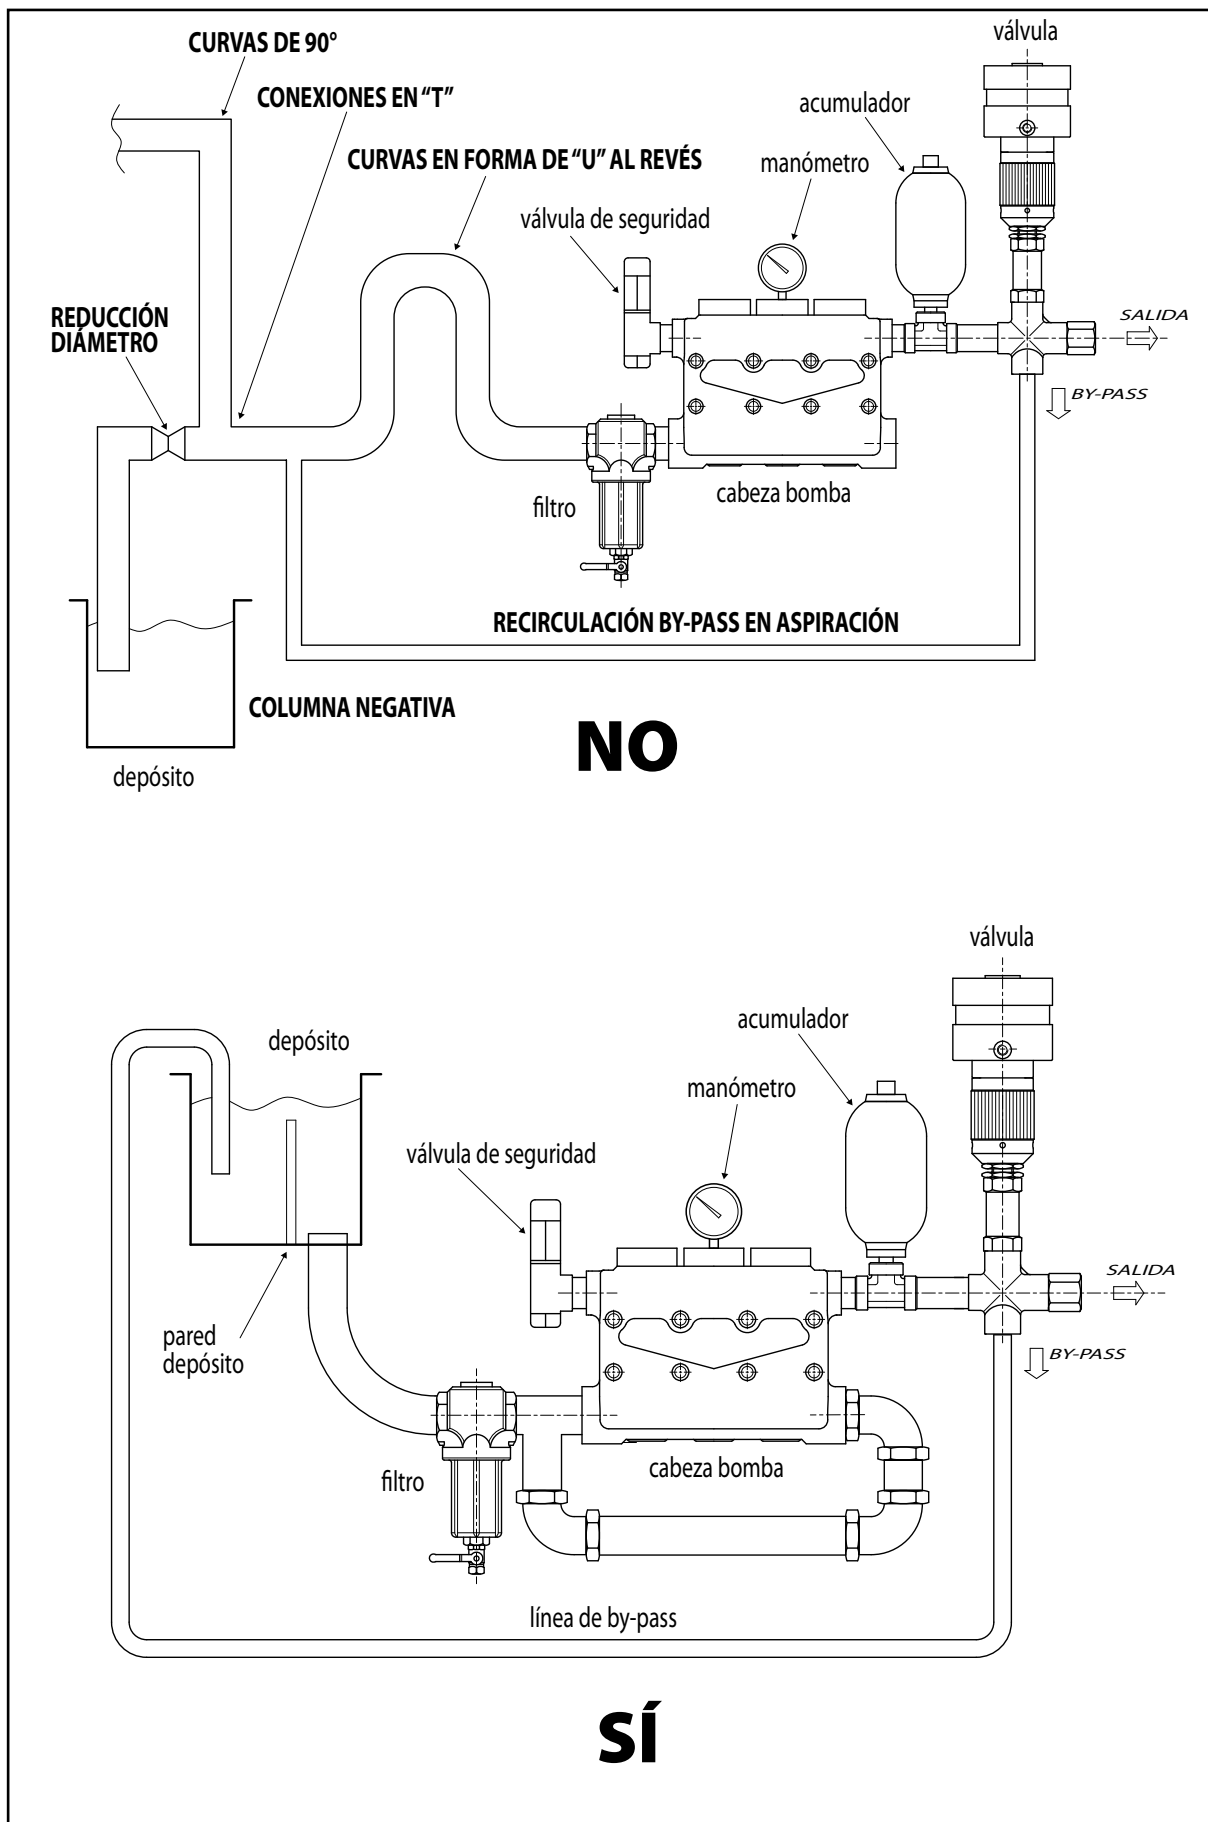

Fig. 2
Para las conexiones hidráulicas de aspiración, envío y by-pass, hacer referencia a la Fig. 2, en la cual se representa un esquema genérico de una posible máquina que incorpora la bomba.
- En aspiración a la bomba evitar estrangulamientos, contrapendientes y curvas en forma de "U" al revés. Comprobar también que la instalación no necesite el vaciado de los tubos de aspiración al detenerse la bomba (ver también la Fig. 2).